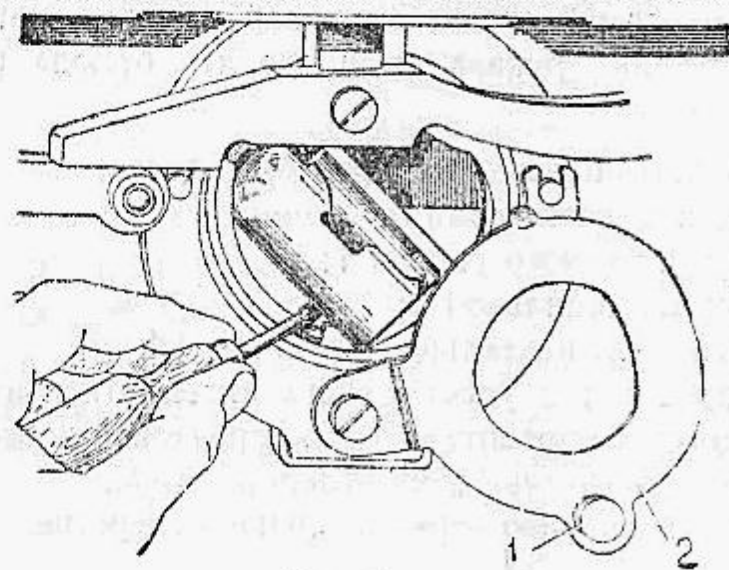

Рис. 4
**6.5. Вынимание шпульки из шпульного колпачка (рис. 4)**